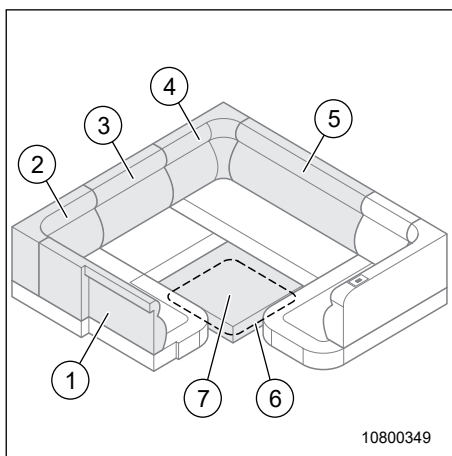

Fig. 64 Transformation du salon à l'arrière
1. Enlever les coussins dossiers (Fig. 64, pos. 1, 2, 3, 4, 5) .
2. Orienter la table (Fig. 64, pos. 6) parallèlement aux coussins d'assise et la baisser entièrement (voir section 6.6.2.).
3. Poser les coussins d'appoint (Fig. 64, pos. 7).